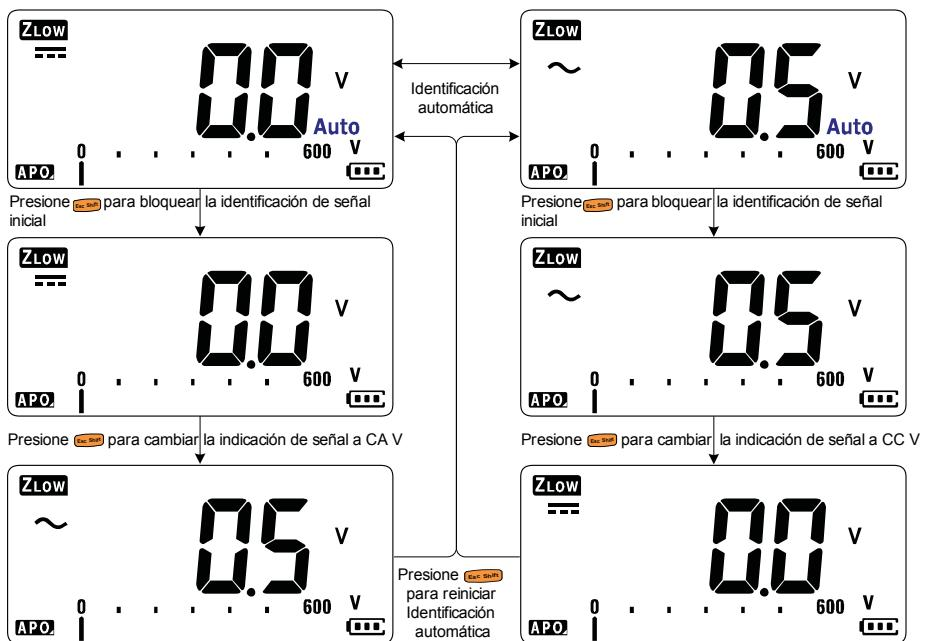

Figura 2-7 Flujo de identificación automática de VZ_{LOW}
- Pulse **Esc Shift** una vez para bloquear la identificación de señal inicial (CA V o CC V). Pulse **Esc Shift** de nuevo para cambiar la indicación de tensión de CA y CC en la pantalla principal. Al pulsar **Esc Shift** por tercera vez, se reinicia la identificación automática de la señal. Consulte Figura 2-7 para obtener más información.